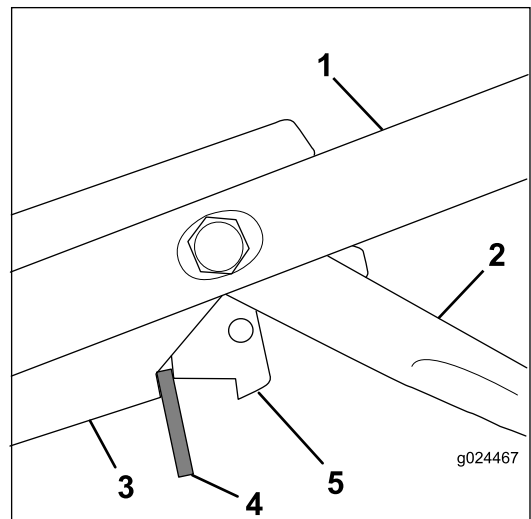

Figura 29
3. Inserte un espaciador de 8 mm (5/16") entre la palanca de control del freno de la cuchilla y el soporte de los controles del manillar (Figura 29).